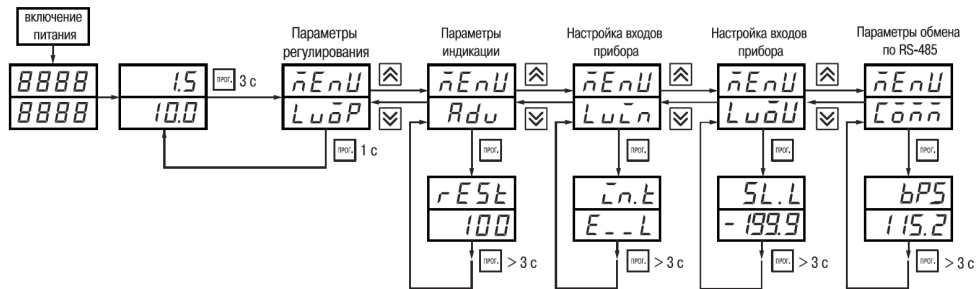

Рисунок 7.1
7.1.2 Основные параметры прибора TPM201 объединены в 5 групп: *Luop*, *Adu*, *LuLn*, *Luou* и *Conn*, составляющие меню прибора (рисунок 7.1). Полный список программируемых параметров приведен в Приложении Б.